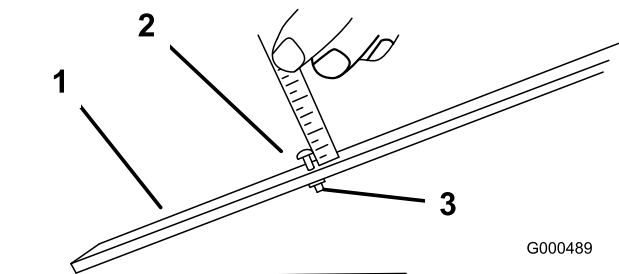

Figure 9
1. Desserrez l'écrou du gabarit et tournez la vis de réglage de manière à obtenir la hauteur de coupe voulue (Figure 9).